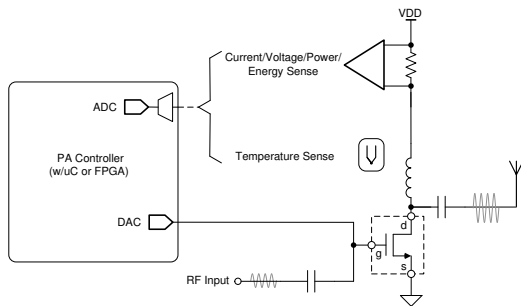

图 3. PA 偏置和电流感测
功率放大器 (PA) 的偏置电流可以根据最终应用的需求、调制方案和工作级别进行调整。图 3 展示了一种具有电流感测功能的典型 PA。